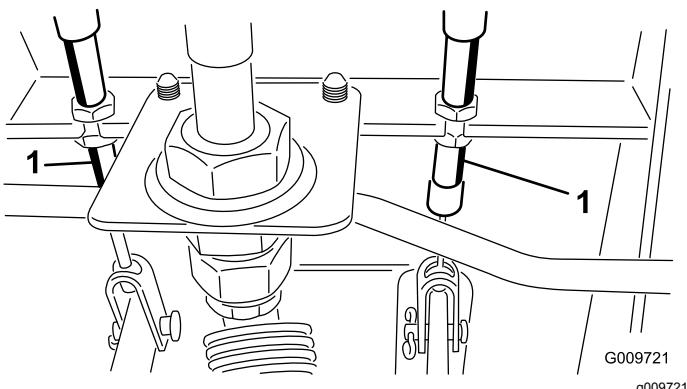

Figure 100
- A. Desserrez l'écrou avant sur l'extrémité filetée du câble de frein (Figure 100).